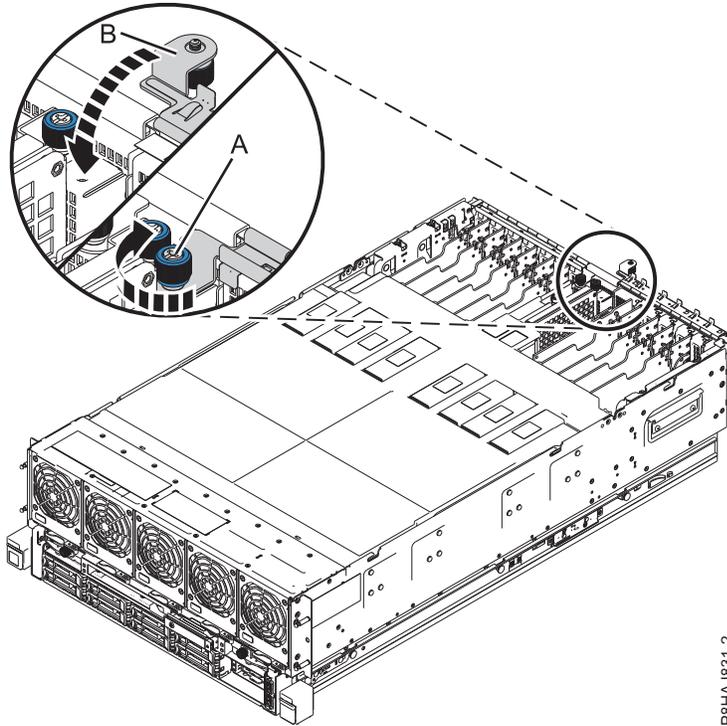

Abbildung 72. E/A-Verriegelung schließen
2. Schließen Sie die Wartungsverriegelung (**B**), indem Sie sie in Richtung Chassis schieben, wie in Abb. 72 auf Seite 113 gezeigt.